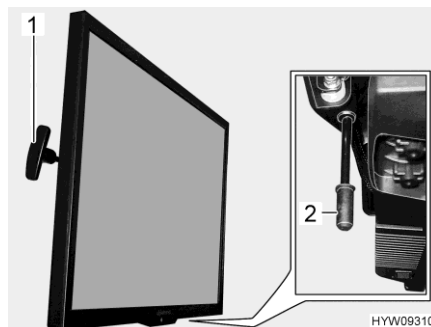

Fig. 61 Écran plat
- Tirer la poignée (Fig. 61,1) et la maintenir tirée. L'écran plat est déverrouillé.
- Tirer la poignée (Fig. 61,2) vers le bas et le maintenir ainsi. L'écran plat est déverrouillé.